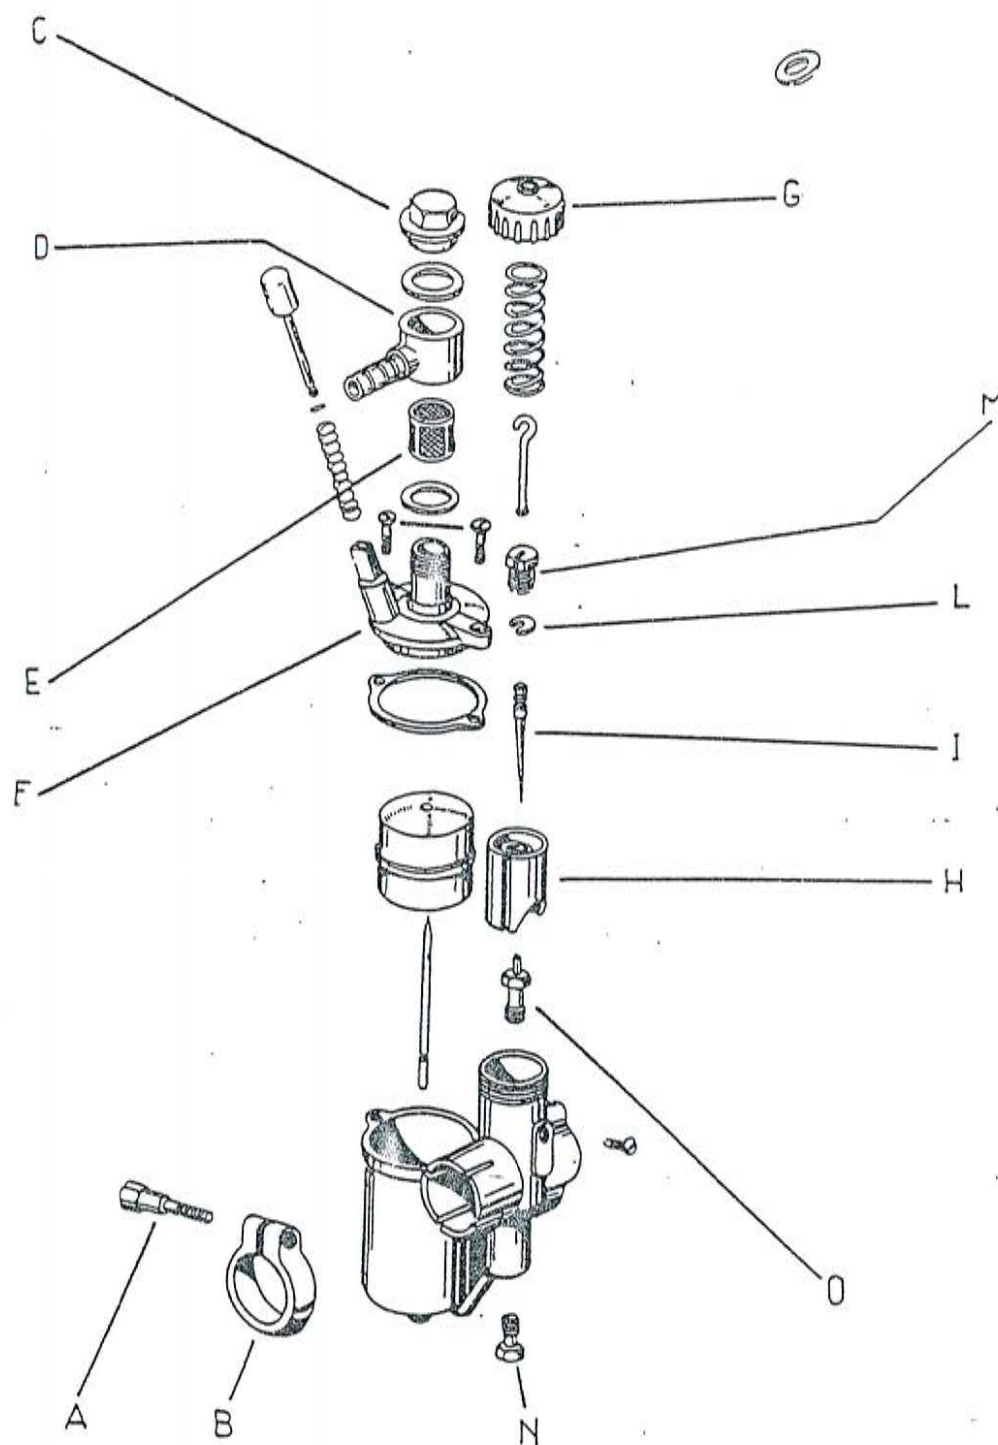

Fig. 59 - Carburatore
5. - Allentare la vite A (chiave da 8) del collare B, che fissa il carburatore sul raccordo di ammissione (v. fig. 59).